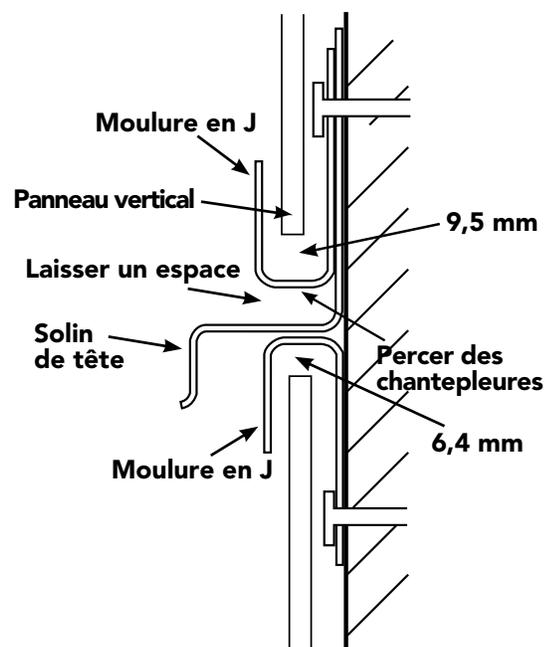
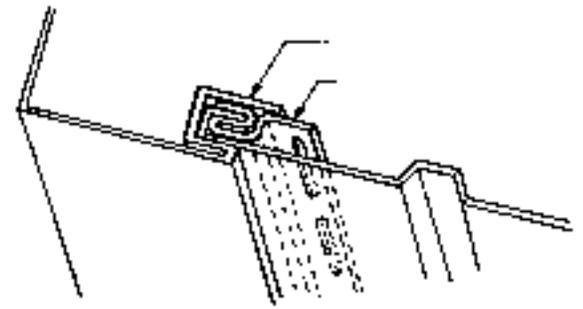

Figure 59
Figure 60
- Si la hauteur de la maison requiert d'étager le parement vertical, poser une moulure en J inversée au-dessus du rang inférieur (Figure 59), en laissant un espace de 6,4 mm (1/4 po) pour la dilatation. Poser un solin de tête au-dessus de la moulure en J, puis placer une seconde moulure en J pointant vers le haut. Poser les panneaux supérieurs en laissant un espace de 9,5 mm (3/8 po) entre le bas des panneaux et la moulure en J.
REMARQUE : Il faut percer dans la moulure supérieure en J des chantpleures d'au moins 4,8 mm (3/16 po), à intervalle maximal de 610 mm (24 po). Voir la Figure 59.
- Si l'on commence par un panneau vertical entier, on peut façonner une bande de départ verticale en coupant la bride de clouage et la languette d'un autre panneau. Clouer la bande dans la moulure de coin. Une autre option est d'utiliser une bande de départ verticale ordinaire. Laisser un espace suffisant dans la poche de la moulure de coin pour pouvoir y fixer le panneau de parement (Figure 60).
- Fixer d'abord la moulure en J le long du bord interne du toit. Poser une moulure en J pointant vers le haut comme base du parement vertical au-dessus de la moulure en J déjà placée au bas du pignon (cf. Figure 59). Ou bien, poser deux moulures en J dos à dos, centrées sur le faîte du pignon. Couper puis poser une bride de clouage dans chaque moulure en J (bande de départ, comme nous l'avons montré plus haut). Voir la Figure 60.